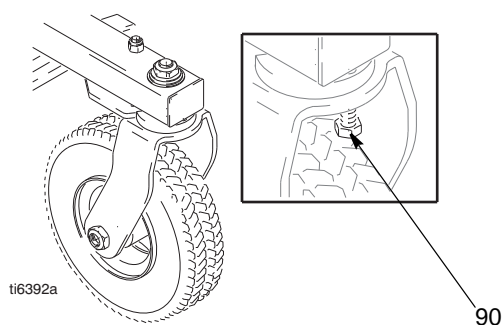

Fig. 1
7. Isæt skruerne (34) i drevhuset. Tilspænd ensartet med et moment ifølge note 3 i fig. 1.
9. Monter frontdækslet (52) med to skruer (32).